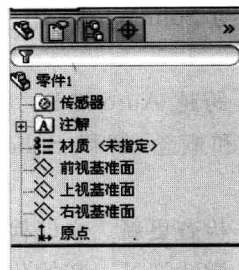

图 1-4 FeatureManager 设计树表
② 单击对话框中的“零件”选项后,再单击“确定”按钮,系统将开启一个新的零件文档窗口。如图 1-4 所示,在新零件文档窗口的 FeatureManager 设计树中,除显示要设计零件的注解、材质外,还显示系统预设的基准——前视基准面(XY 平面)、上视基准面(XZ 平面)、右视基准面(YZ 平面)及原点。